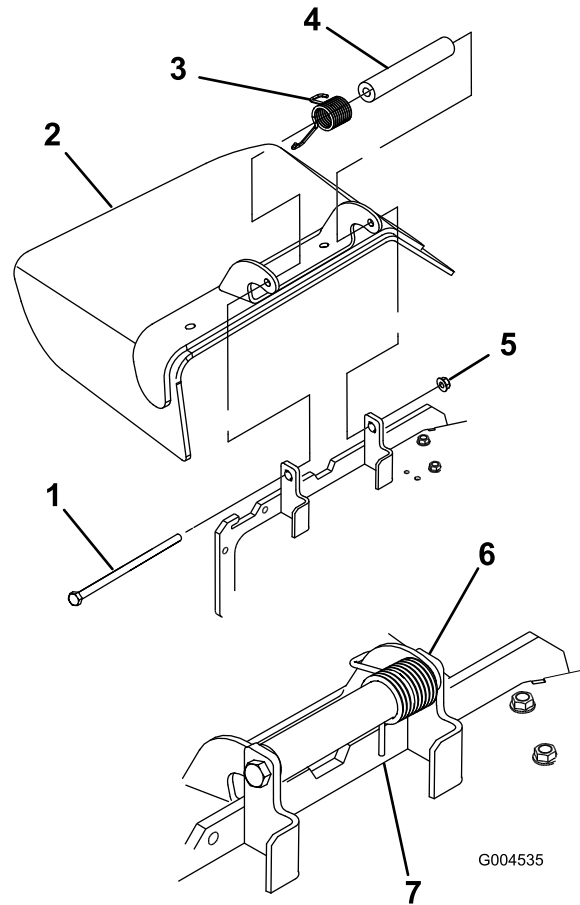

Figure 59
1. Retirez le contre-écrou, le boulon, le ressort et l'entretoise qui fixent le déflecteur aux supports de pivot (Figure 59). Enlevez le déflecteur s'il est endommagé ou usé.
**Remarque:** L'extrémité du ressort doit être placée derrière le bord du plateau avant de mettre le boulon en place, comme indiqué à la Figure 59.
3. Remettez le boulon et l'écrou. Accrochez l'extrémité du ressort au déflecteur d'herbe (Figure 59).